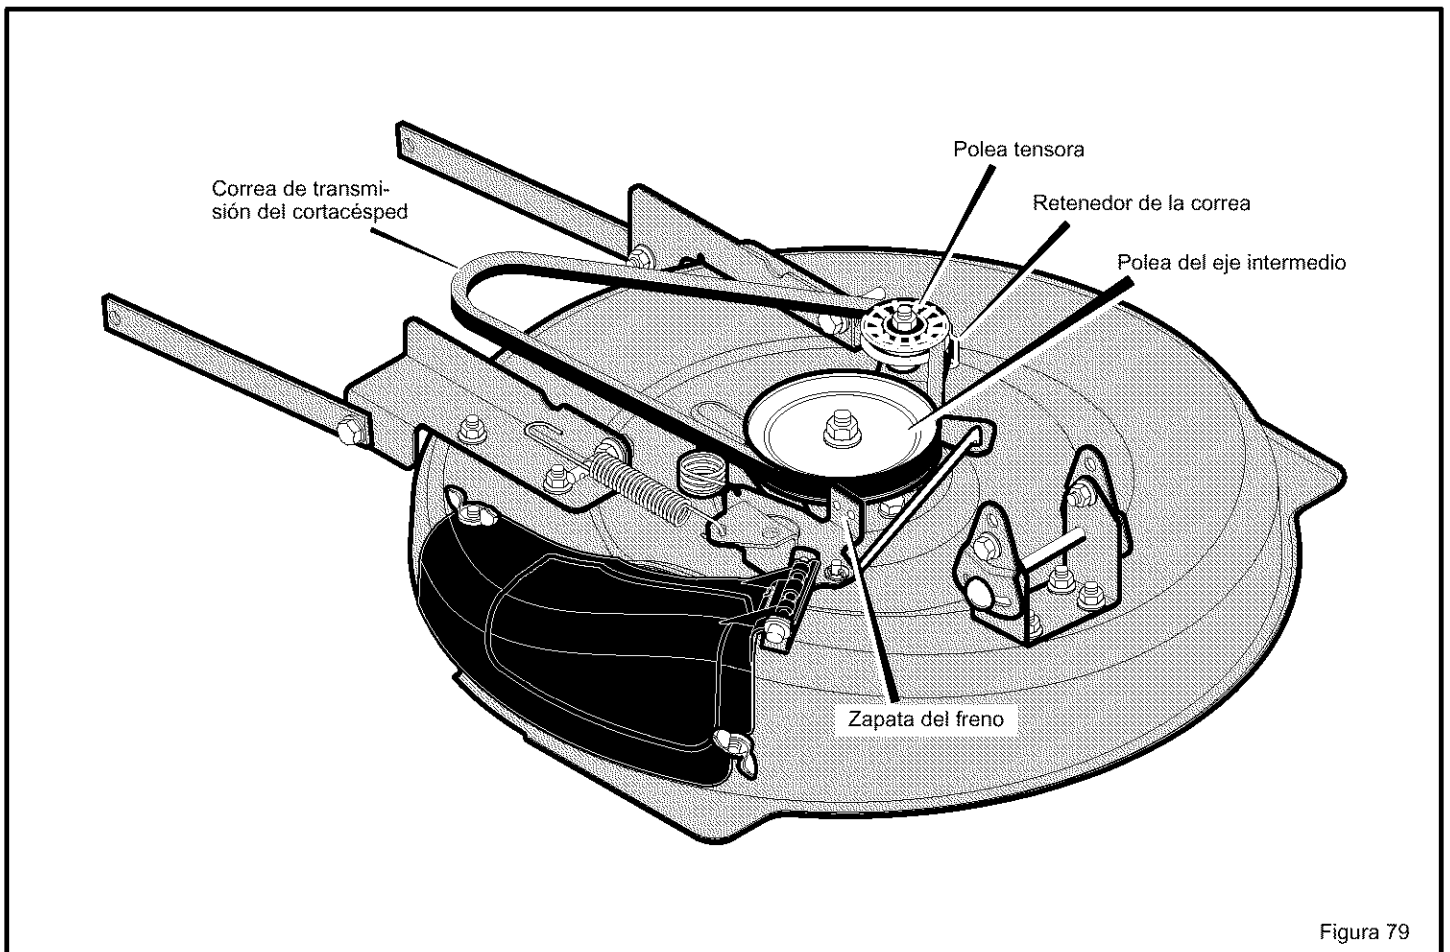

Figura 79
2. Separe el **retenedor de la correa** de la **polea tensora** y saque la **correa de transmisión** (Figura 79).